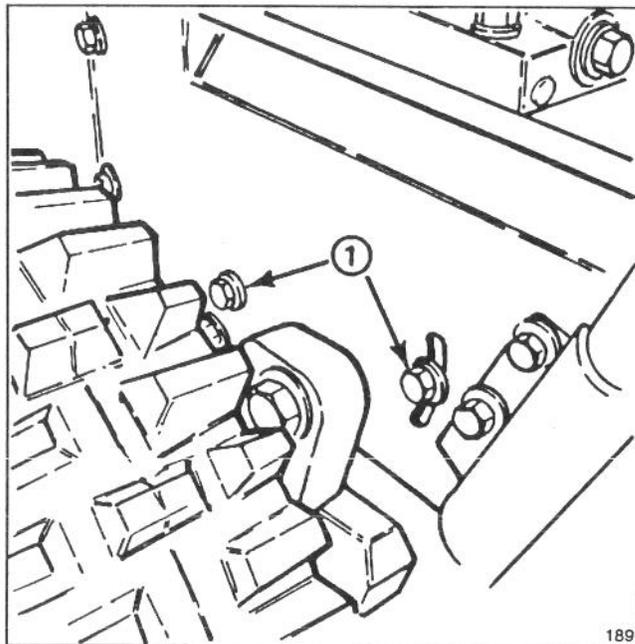

Figure 35
4. Desserrez les 4 boulons à tête à collerette (2 boulons de chaque côté) qui tiennent la châssis de transmission au châssis du moteur (fig. 35).